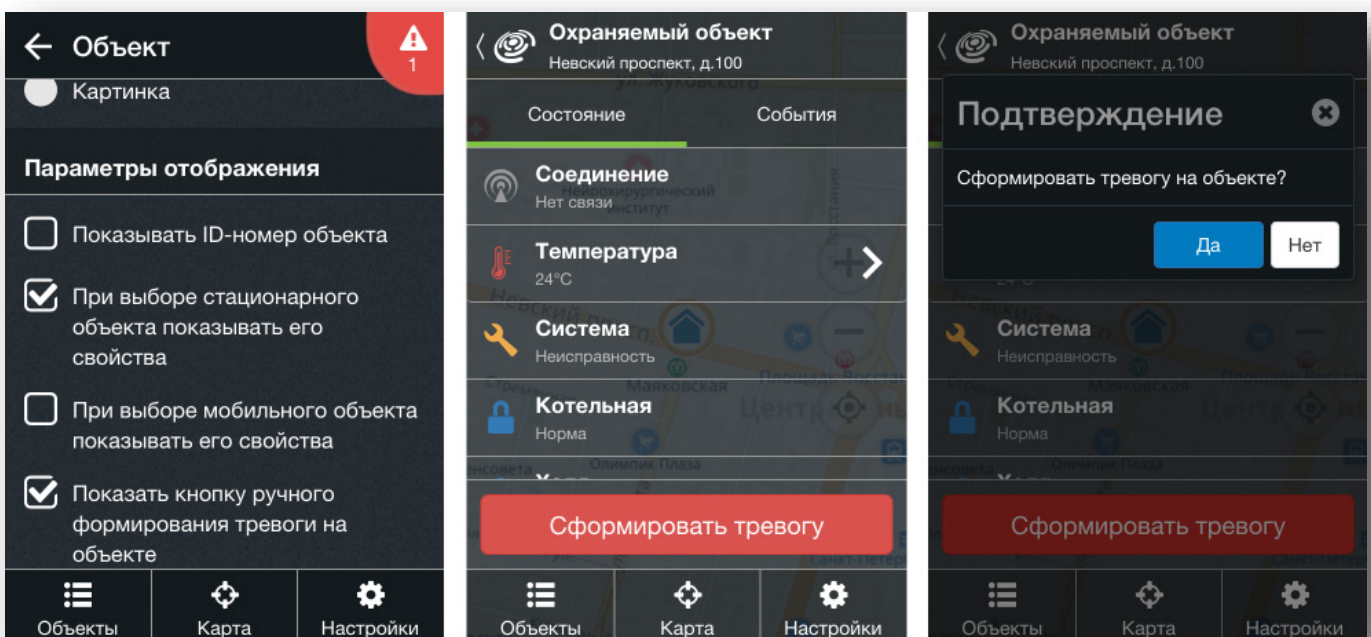

Рисунок 200. Кнопка формирования тревоги
- Кнопка **Сформировать тревогу** (рис. 200) – отображается, если у пользователя есть право на ручное формирование тревоги (см. п. 13.9.2.1 и 18.4.4). При нажатии на кнопку формируется событие **130.1 «Общая тревога»**, и объект переводится в статус тревоги.
Если у пользователя есть право на ручное формирование тревоги (см. п. 13.9.2.1 и 18.4.4), на вкладке **Состояние** будет доступна кнопка **Сформировать тревогу** (рис. 200). При нажатии на кнопку формируется событие **130.1 «Общая тревога»**, и объект переводится в статус тревоги.